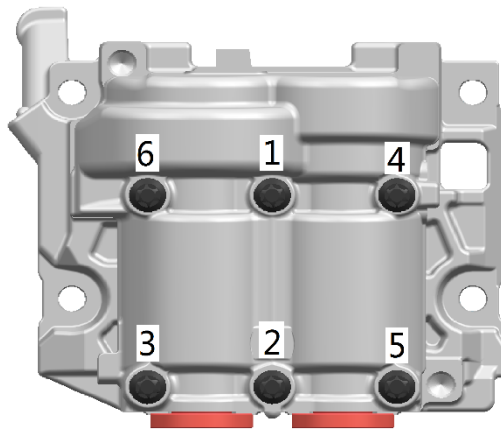

图 13.4
- 6、安装平衡轴盖,按图 13.4 所示顺序拧紧螺栓至规定力矩（见表 2.1）。